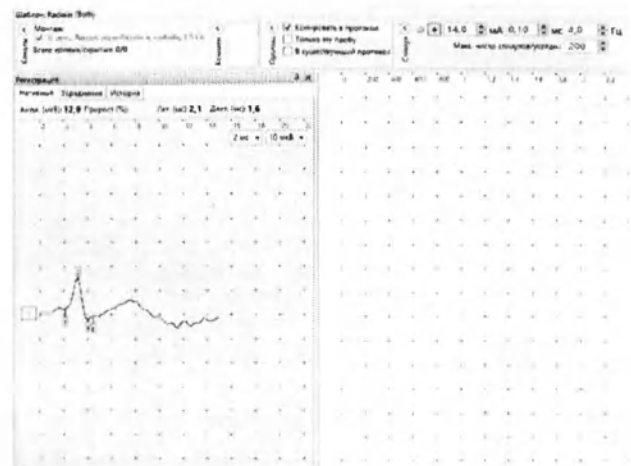

Рис. 67. Проведение одиночной стимуляции
9. Проведите одиночную стимуляцию, постепенно увеличивая силу стимула с шагом 1 мА, до получения ответа. Средняя сила стимула — 10–15 мА, длительность стимула — 100 мкс (рис. 67).